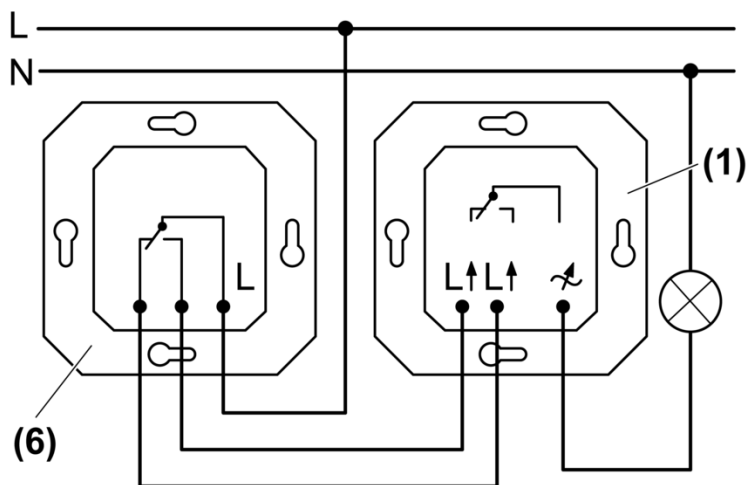

Рис. 3: Переключение на два направления
(1) Диммер
(6) Переключатель
- Подключите диммер (1) и переключатель (6) в соответствии со схемой (Рис. 3)